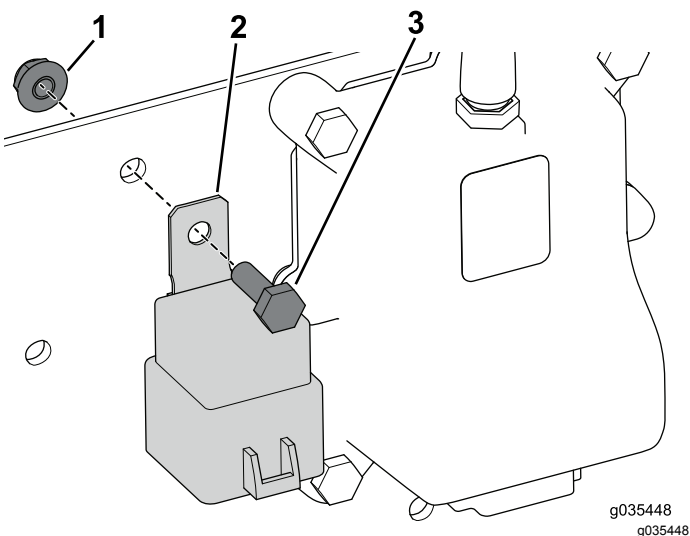

Figura 13
- Utilizzate il bullone (1/4 x 3/4 poll.) e il dado flangiato per fissare il relè (Figura 13).